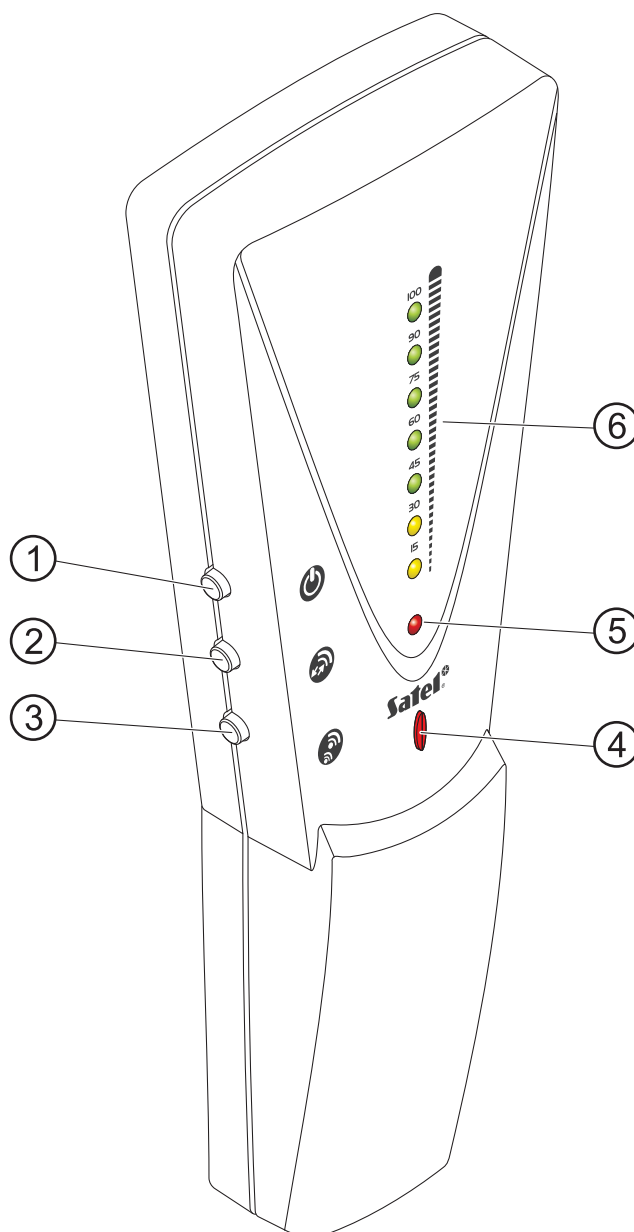

Рис. 1. Вид измерителя.
Пояснения к Рис. 1:
- 2 – **кнопка** (обозначенная ) **позволяет выбрать рабочий режим светодиодного индикатора.** После включения ARF-100 светодиодный индикатор показывает уровень сигнала, принимаемого измерителем от контроллера АСУ-100. Данный режим сигнализируется включением красного светодиода (обозначенного на Рис. 1 цифрой 5). Нажатие кнопки переключает индикатор в режим отображения информации об уровне радиосигнала, принимаемого контроллером от измерителя (красный светодиод начинает мигать). Очередное нажатие кнопки опять переключает рабочий режим светодиодного индикатора.
- 3 – **кнопка** (обозначенная ) **позволяет выбрать режим питания беспроводного устройства, имитируемого измерителем.** Режим питания сказывается на уровне радиосигнала устройства. ARF-100 после запуска имитирует работу беспроводного устройства, питающегося от внешних источников. Нажатие кнопки вызывает переключение измерителя в режим имитации беспроводного устройства с батарейным питанием. В этом режиме светодиод, обозначенный на Рис. 1 цифрой 4, светит красным цветом. Если светодиоды индикатора уровня сигнала были включены, то они погаснут и включатся опять только во время следующего опроса, показывая обновленный уровень радиосигнала. В данном режиме светодиоды светят слабее. Очередное нажатие переключает ARF-100 в режим имитации беспроводного устройства, питающегося от внешних источников. Если кнопку удерживать дольше чем 3 секунды, то ARF-100 переходит в режим **частого опроса** и остается в нем, пока кнопка находится в нажатом положении. В режиме частого опроса информация об уровне радиосигнала обновляется каждые 2 секунды. В момент обновления данных об уровне радиосигнала измеритель формирует 2 коротких звука.